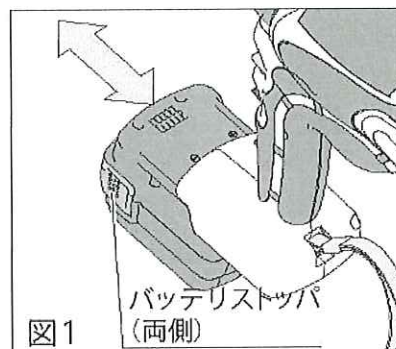

図1
2. 装着時は本機の溝に合わせながらスライドさせ「カチッ」と音がするまで挿入してください。（図1）